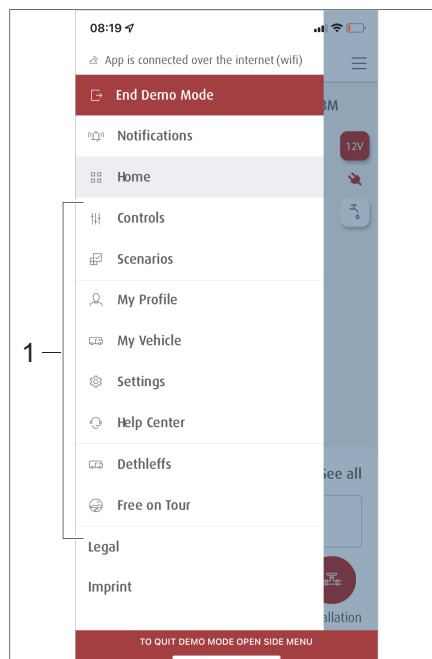
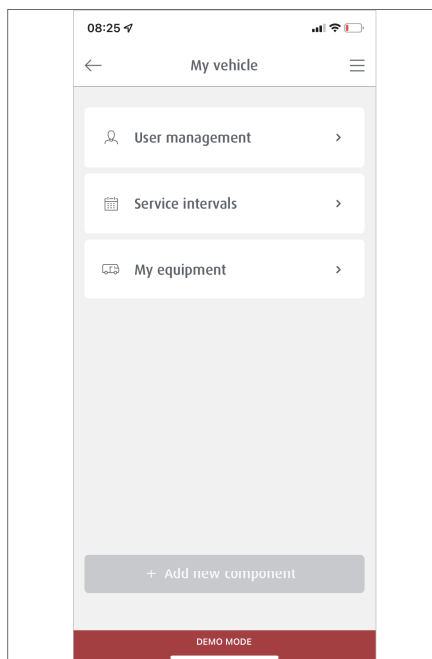

Bild 301 Undermenyer
Bild 306 Undermenyn Mitt fordon
- Klicka på symbolen ☰ i menyområdet. Undermenyerna (Bild 301,1) visas.
- Klicka på *Scenarior* (Bild 301,1) i menyområdet.
- På undermenyn (Bild 301,1) väljer du menyn *Hantering*.
- På undermenyn (Bild 301,1) väljer du menyn *Mitt fordon*. På undermenyn *Mitt fordon* (Bild 306) kan gäståtkomst ställas in, servicebokningar planeras och fordonsutrustning anges.